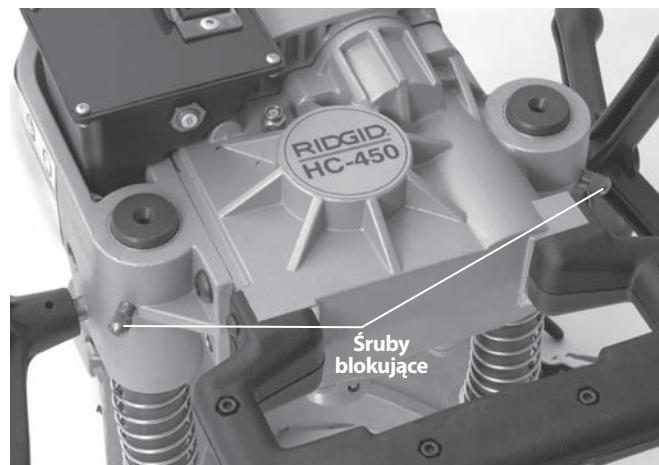

Rysunek 12 – Umiejscowienie szczotek - zdjęta pokrywa silnika
2. Za pomocą szczypiec wyciągnąć szczotki. Odłączyć przyłącze. (Patrz Rysunek 12.)